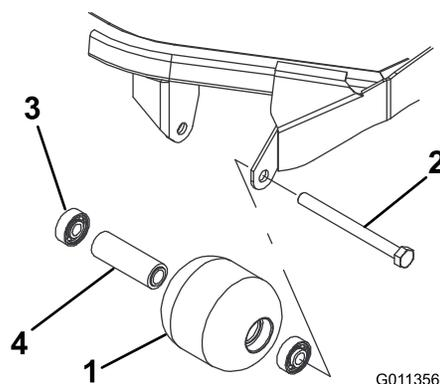

Figure 121
1. Retirez le boulon de fixation du galet (Figure 121).
1. Enfoncez le premier roulement dans le logement à la presse (Figure 121). Exercez la pression uniquement sur la bague extérieure ou uniformément sur les bagues intérieure et extérieure.
2. Insérez l'entretoise (Figure 121).
3. Enfoncez le second roulement dans le logement à la presse (Figure 121). Exercez une pression uniforme sur les bagues intérieure et extérieure jusqu'à ce que la bague intérieure rencontre la douille d'écartement.